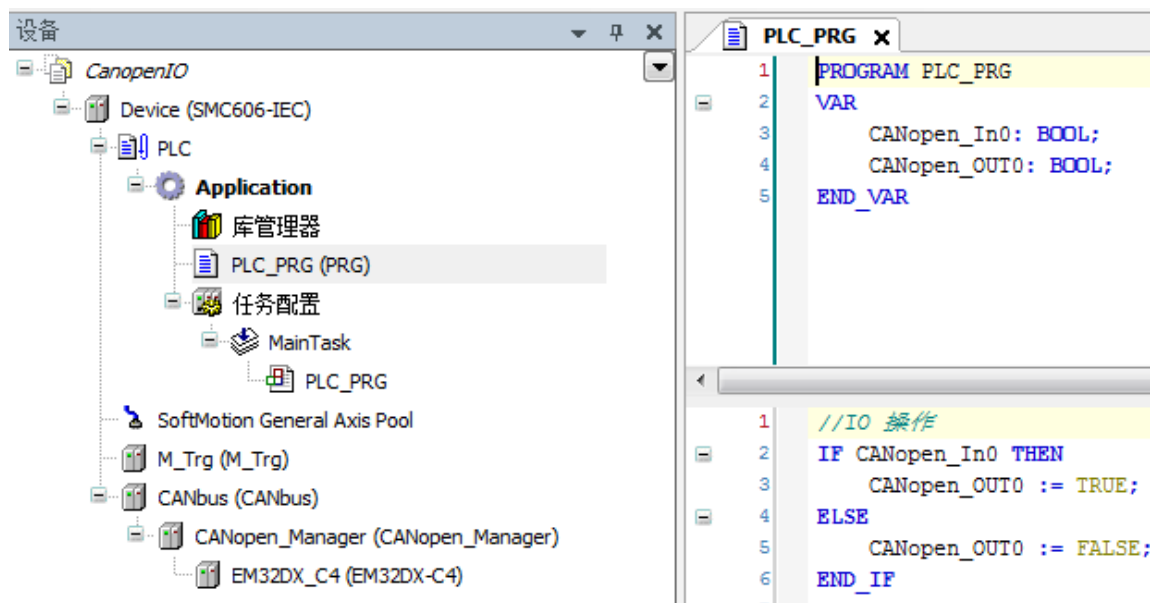

图 5.12 IO 操作代码界面
(4) 编辑程序如下:
- 编写 IO 操作代码，如下图 5.12 所示。